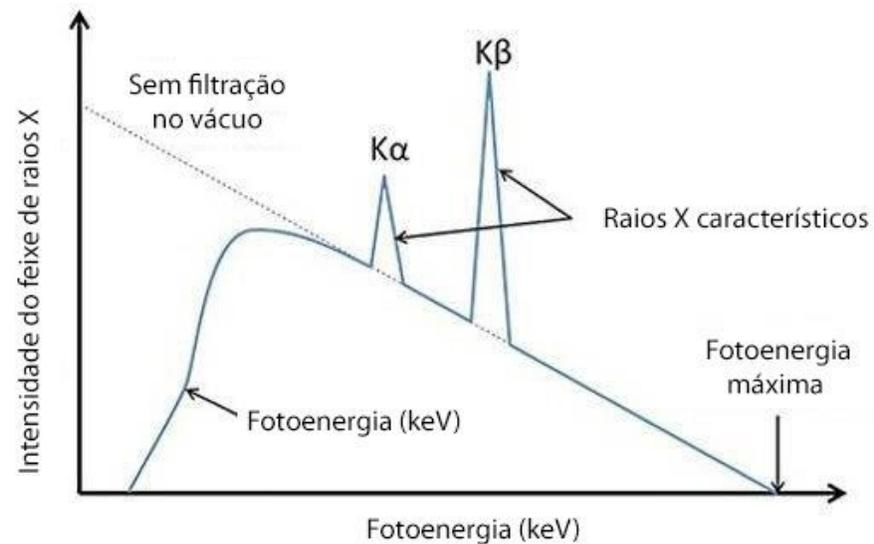

Fig. 5 – Espectro típico de raios X
- *Raios X de frenagem* são emitidos do ânodo em uma faixa contínua de energias, sendo a energia máxima determinada pela voltagem do tubo (Fig. 5).